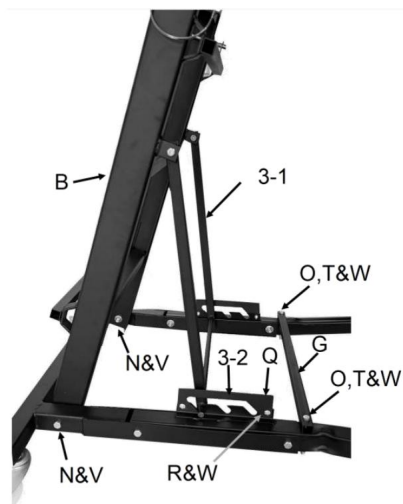

Fig. 3
3. Zamontuj zespół drabiny (B) poprzez: wkładając śrubę ramową (N) przez każdy strona podstawy nakrętki zabezpieczającej (V). Huśtawka kątownik podporowy drabiny (rys.3 3-1) do nacięcia do regulacji wysokości (3-2). Upewnij się, poprzeczka jest mocno osadzona.
4. Umieść podporę skrzyżowania nóg (G) po obu stronach nogi (E&F), wyrównując otwory na śruby. Włóż śrubę podporową (O) przez każdy koniec podpora krzyża nogi i noga. Przesuń podkładkę (T) na jedną śrubę i zabezpiecz nakrętką zabezpieczającą (W). Powtórz z drugim wspornikiem poprzecznym śruba.
5. Zamontuj płytkę regulacji wysokości (Q).